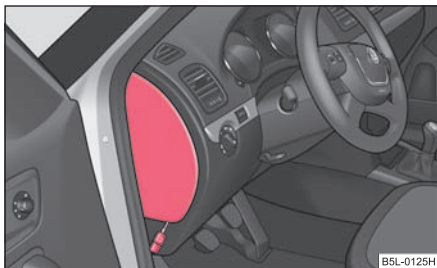

Fig. 232 Capacul suportului de siguranțe: Tabloul de bord, lateral
- Introduceți o cheie în orificiul din partea de jos a tabloului de bord ⇒ **fig. 232** și scoateți capacul lateral, resp. capacul din compartimentul motor ⇒ pagina 251.